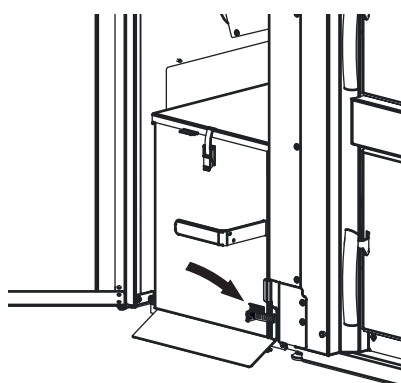

Fig. 32 Spannbügelverschluss öffnen
- ▶ Rechten unteren Spannbügelverschluss lösen – Fig. 32.